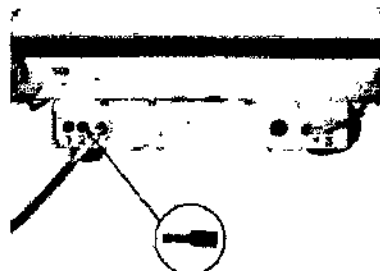

Ilustración 16. Cambio de fusibles
1. localice la ubicación de los tres fusibles en la parte posterior inferior del soporte, próximos al punto donde surge el cable de alimentación. En la ilustración 16, aparecen identificados con un número correlativo.